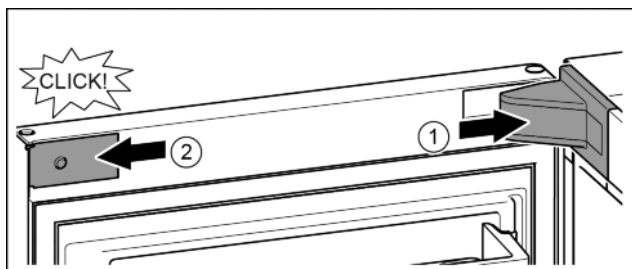

Fig. 21
- ▶ Встановіть та зафіксуйте кришку опорного кронштейна, у разі необхідності — обережно розтисніть. Fig. 21 (1)
- ▶ Встановіть збоку і зафіксуйте накладку. Fig. 21 (2)